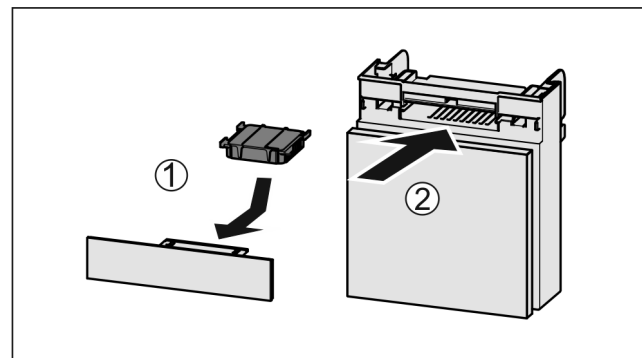

Fig. 63
- ▶ Actiefkoolfilter overeenkomstig afbeelding aanbrengen Fig. 63 (1).
- ▶ Lade erin schuiven Fig. 63 (2).